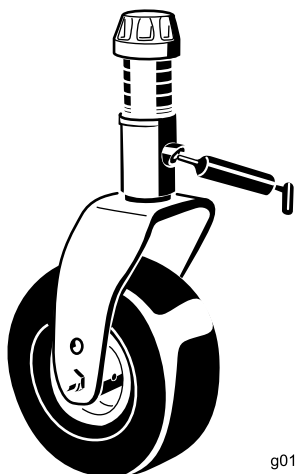

Figure 14
- Bagues d'axe de fourche de roue pivotante (4) (Figure 14).